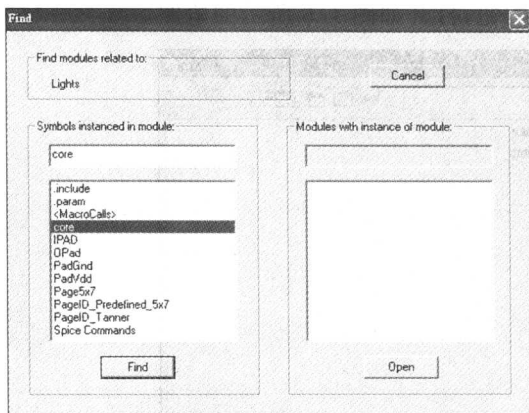
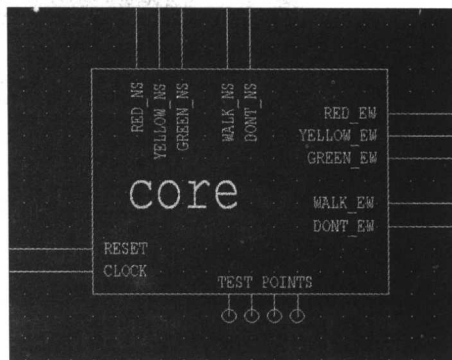

图 1.7 寻找引用到的模块
图 1.8 显示引用到的模块 core
(4) 寻找引用到的模块:选择 Module→Find Module 命令,打开 Find 对话框,如图 1.7 所示。
在右边 Modules with instance of module 列表框中列出了用到 Lights 模块的其他模块,图 1.7 中的该列表框没有数据则代表没有模块引用到 Lights 模块中。在左边 Symbols instance in module 列表框中列出 Lights 模块中引用到的其他模块。若在该列表框中选择 core 选项,单击 Find 按钮,会看到系统将每个 core 符号标上不同颜色,如图 1.8 所示。